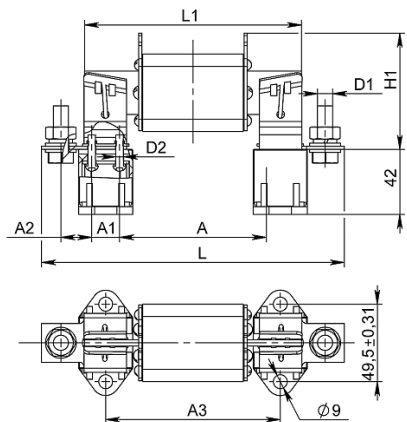

Рис. 2 - Предохранители ПН2 на собственном изоляционном основании
Таблица 7 (к рис. 2)
1. По умолчанию предохранитель ПН2 поставляется на собственном изоляционном основании. (Рис. 2) В комплект входят: